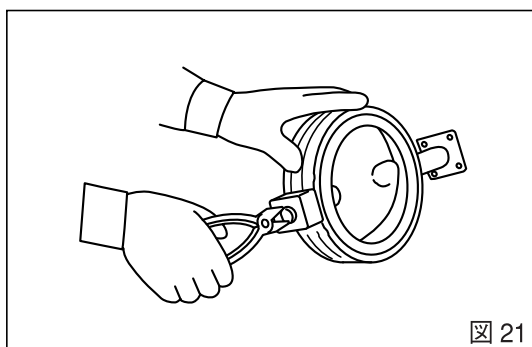

図 21
4. 下部弁棒の引き抜き：本体を横向きに固定し、底蓋を固定していた六角ボルトを利用し、下部弁棒下部のネジ部に少々ねじ込みます。次に六角ボルトを引っ張り、下部弁棒を引き抜きます。(図21)